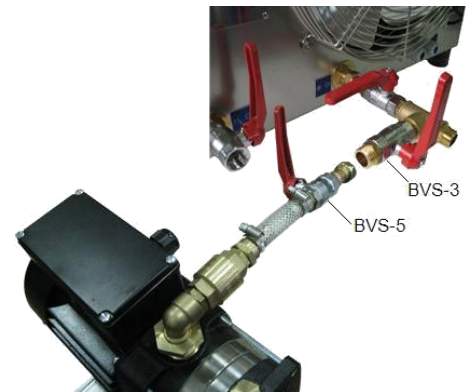

Abbildung 4.16
4. Demontieren Sie den Kugelhahn (BVS-5). (siehe Abbildung 4.16).